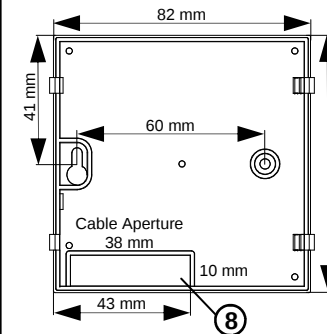

Fig. 4.
1. Sollevare la manopola facendo leva con un cacciavite nell'apposito invito (2).
2. Rimuovere la calotta plastica spostando verso l'interno, con l'aiuto di un utensile, i due dentini plastici (3) posti sul fianco destro.
3. Fissare la base del termostato alla parete tramite le due sedi per viti con interasse 60 mm (Fig. 4).